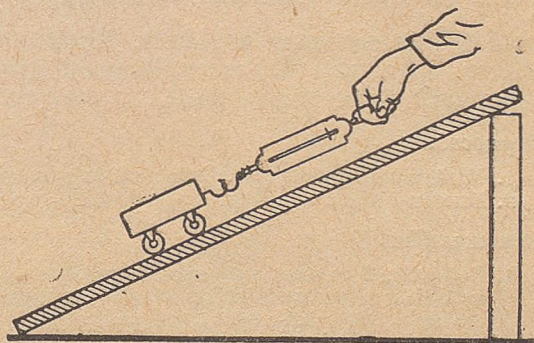

Рис. 142.
3. Одзза пöлния плоскость туйö подставка вылас сувтöтам пöв, кöда первой пöлыся кузьжык. Ась пöлыс L_2 сантиметр кузя. Пондам кö лэбтыны тележкасö виль пöлния плоскость вылöт (рис. 142), то казялам, что вынсö динамометр мыччалö F_2 , кöда F_1 -ся учöтжык.